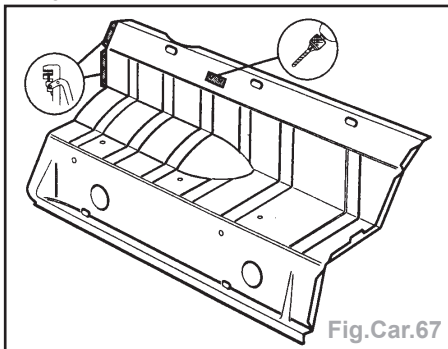

Fig.Car.67
- Percer des trous pour le soudage par bouchonnage sous gaz de protection (Fig.Car.67).